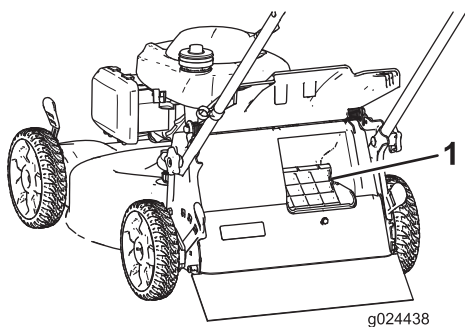

Figure 18
**Important:** Pour que le ramassage s'effectue correctement, enlevez les déchets d'herbe et autres qui se trouvent sur le volet de ramassage sur demande et l'ouverture (Figure 18) avant de changer la position du levier de ramassage sur demande.